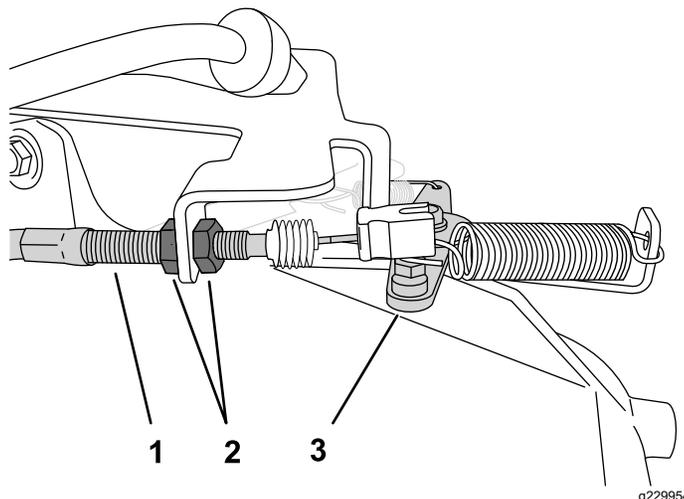

Рисунок 44
2. На корпусе троса дроссельной заслонки ослабьте переднюю контргайку и затяните заднюю контргайку, чтобы увеличить малую частоту холостого хода (**Рисунок 44**).